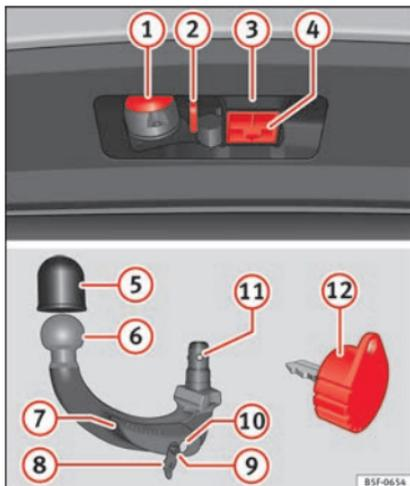

Fig. 225 Support du dispositif d'attelage pour remorque/boule amovible/clé
Légende de la »» **fig. 225**
- Retirez le cache du logement du crochet ④ »» fig. 225 vers le bas.